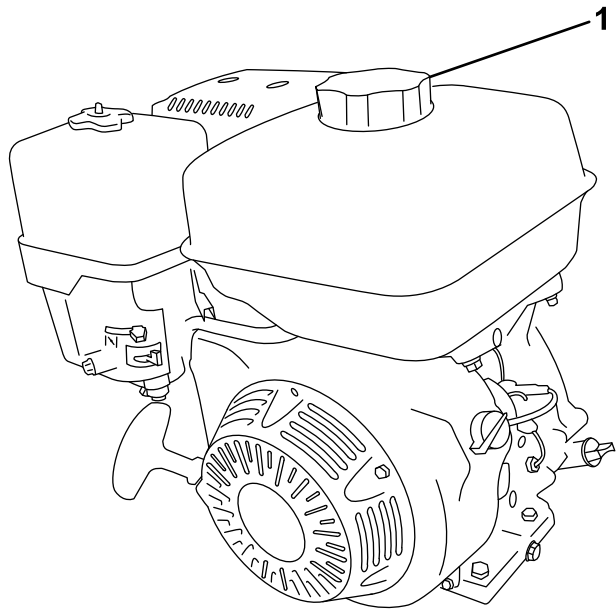

Figura 32
2. Limpie alrededor del tapón del depósito de combustible y retire el tapón (Figura 32).
4. Coloque el tapón del depósito de combustible firmemente (Figura 32).